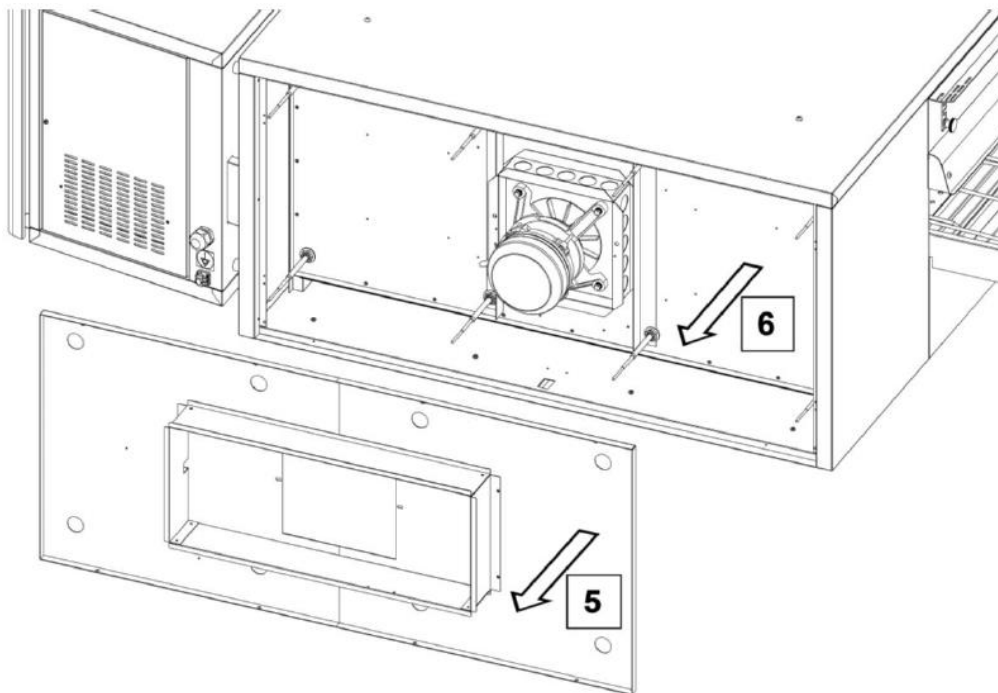

Рис. 6
6. Снимите панель двигателя (Рис.6).